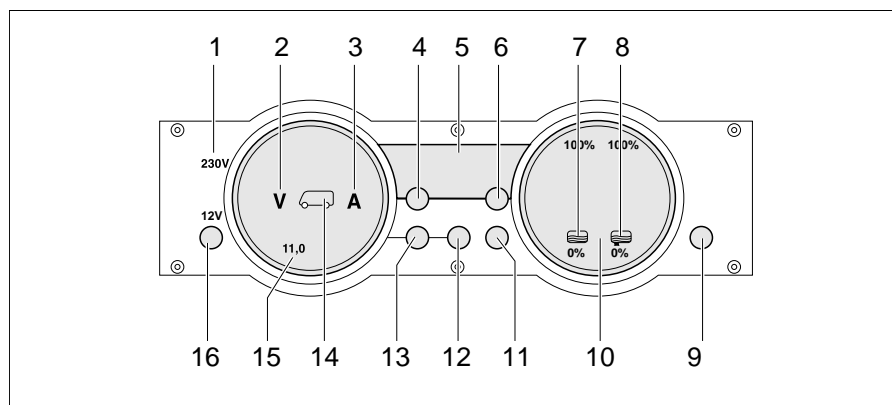

Bild 248 Panel MP 20-S
Die 230-V-Kontroll-Leuchte (Bild 248,1) leuchtet, wenn am Eingang des Elektroblocks Netzspannung vorhanden ist.
Der 12-V-Hauptschalter (Bild 248,16) schaltet das Panel und die 12-V-Versorgung des Wohnraums ein und aus.
- Taste "12 V" (Bild 248,16) kurz drücken. Die 12-V-Versorgung des Wohnraums ist eingeschaltet. Die Kontroll-Anzeige "12 V" leuchtet.
- ▷ Wenn nach dem Einschalten die LED "11,0" der Voltanzeige sowie das Symbol Volt "V" (Bild 248,2) im Anzeigeelement Batterien (Bild 248,15) blinken, dann ist die Spannung der Wohnraumbatterie zu gering. Batterie laden.
- ▷ Wenn nach dem Einschalten die Kontroll-Anzeige "12 V", das Symbol Wohnraumbatterie (Bild 248,14) und das Symbol Volt "V" (Bild 248,2) dreimal blinken, dann ist die Batterietrennung aktiviert. Batterietrennung deaktivieren.
- Taste "12 V" (Bild 248,16) kurz drücken. Die 12-V-Versorgung des Wohnraums ist ausgeschaltet. Die Kontroll-Anzeige "12 V" erlischt.
- Taste Wohnraumbatterie (Bild 248,12) drücken und ca. 10 Sekunden lang gedrückt halten. Die Symbole Volt "V" (Bild 248,2) und Ampere "A" (Bild 248,3) blinken dreimal. Die Wohnraumbatterie ist vom 12-V-Bordnetz getrennt.
- Taste "12 V" (Bild 248,16) drücken und ca. 5 Sekunden lang gedrückt halten. Das Symbol Volt "V" (Bild 248,2) blinkt dreimal. Die Wohnraumbatterie ist mit dem 12-V-Bordnetz verbunden. Die Kontroll-Anzeige leuchtet nach ca. 2 Sekunden.
- Taste Wohnraumbatterie "🔋" (Bild 248,12) drücken. Das Symbol Volt "V" (Bild 248,2) leuchtet. Das Symbol Ampere "A" leuchtet je nach Ladung oder Entladung weiß bzw. rot. Die Batteriespannung und der Strom der Wohnraumbatterie werden über die LEDs im Anzeigeelemente angezeigt.
- Taste Starterbatterie "🔋" (Bild 248,13) drücken. Das Symbol Volt "V" (Bild 248,2) leuchtet. Die Batteriespannung der Starterbatterie wird über die LEDs im Anzeigeelemente angezeigt.
- Taste Tanks  (Bild 248,11) drücken. Die Symbole Wassertank  (Bild 248,7) und Abwassertank  (Bild 248,8) leuchten. Die Füllstände des Wassertanks (linke Skala) und des Abwassertanks (rechte Skala) werden über die LEDs im Anzeigeeinstrument angezeigt.
Das Symbol Volt "V" (Bild 248,2) und die LED "11,0" blinken, sobald die Spannung der Batterie 11 V (Messung bei laufendem Betrieb) unterschreitet und damit Tiefentladung droht.
Das Symbol Wassertank  (Bild 248,7) oder das Symbol Abwassertank  (Bild 248,8) blinkt, wenn der Wassertank leer oder der Abwassertank voll ist.